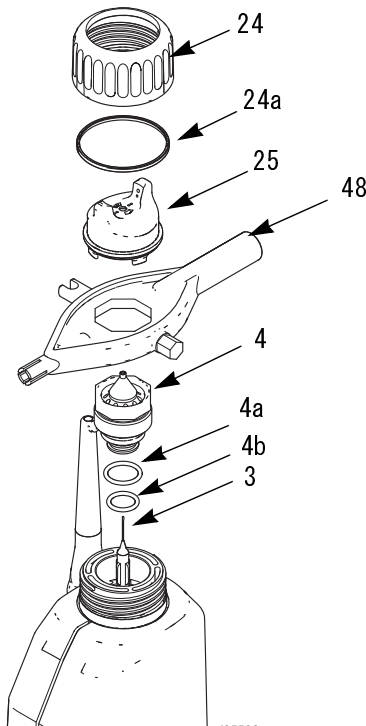

図 19. エアキャップと塗料ノズルの交換
2. 保持リング (24) とエアキャップ (25) を取り外します。図 19 を参照してください。
3. マルチツール (48) で、液体ノズル (4) アセンブリを取り外す間にガンを上に向けます。